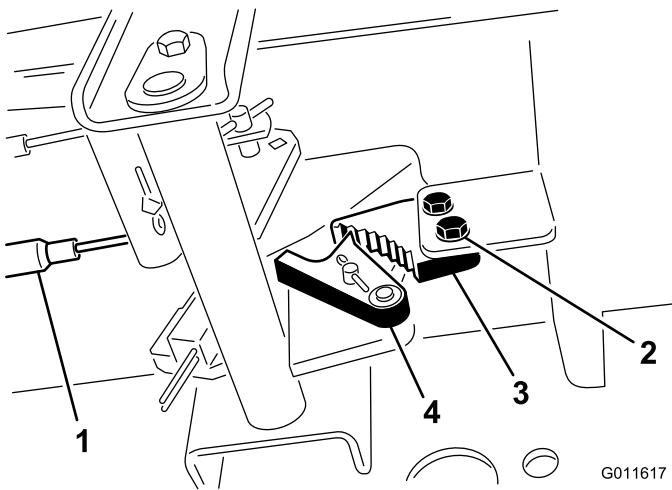

图73
2. 向前踩驻车刹车踏板，直到刹车卡槽完全接合刹车闸（图73）。
1. 松开将驻车刹车闸固定到机架的 2 个螺钉（图73）。